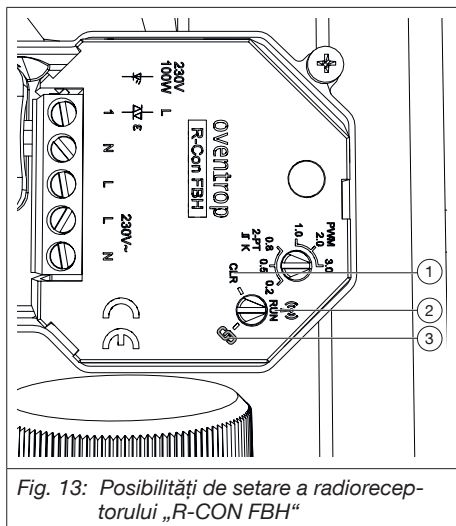

Fig. 13: Posibilități de setare a radioreceptorului „R-CON FBH“
1. Setați butonul rotativ al radioreceptorului „R-CON FBH” pe „Connect” (vezi fig. 13